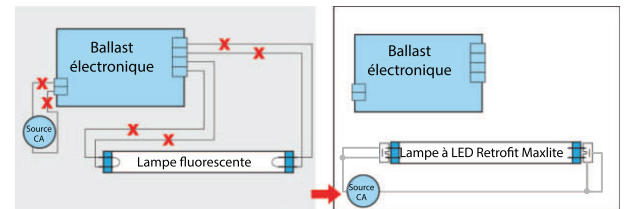

Figure 2. - Retrofit à une lampe
- Câblez en vous aidant du schéma de câblage approprié. (**Figure 2, 3, 4**).